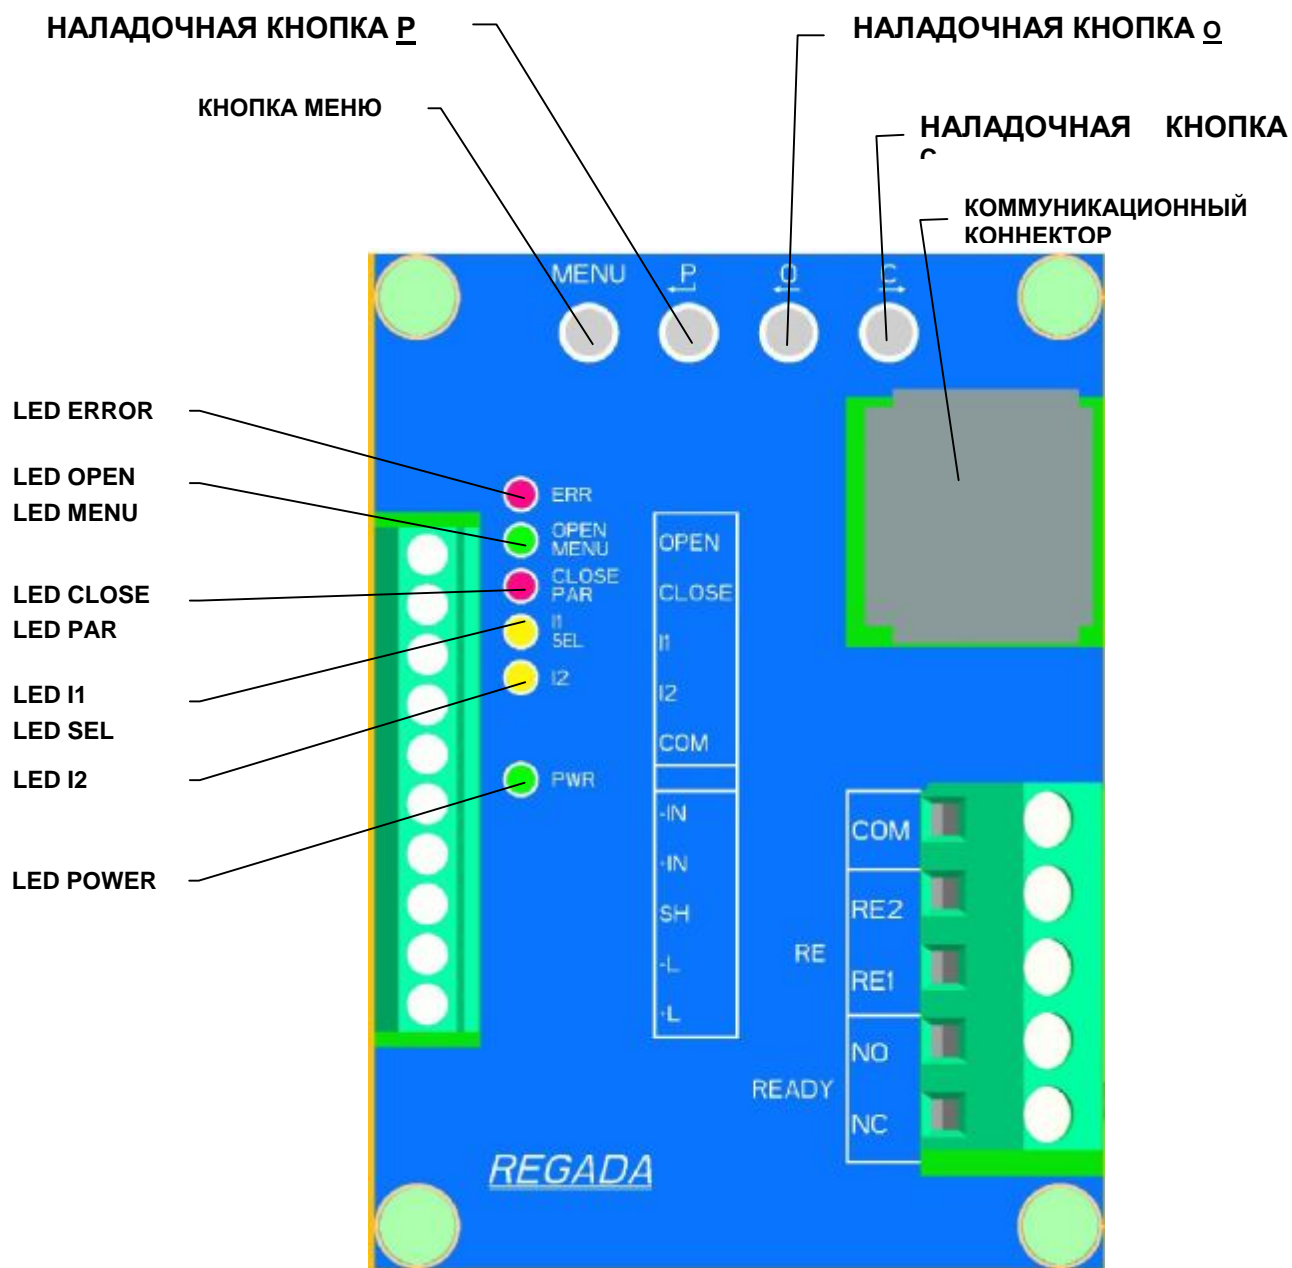

Рис. 6
Установка осуществляется на механически и электрически присоединенном ЭП. Данная глава описывает настройку ЭП на параметры, которые заказчику позволяет програмная оснастка. Размещение элементов настройки доски управления указано на Рис.6.
- через кнопки блока управления (**Рис.6**)
- 6 сигнальными диодами (LED диоды) по **Рис. 6**